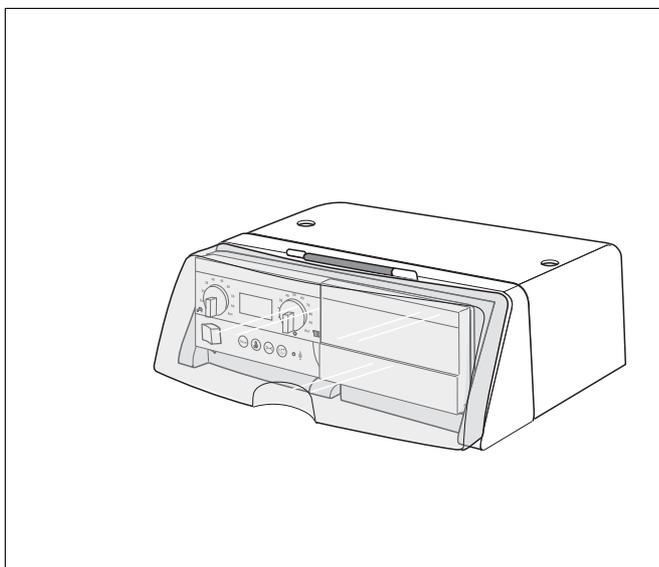

Fig. 2 Apparecchio di regolazione Logamatic MC10 con regolatore Logamatic BC10
- Apparecchio di regolazione Logamatic MC10 (fig. 2). L'apparecchio di regolazione Logamatic MC10, unito al regolatore Logamatic BC10, controlla e regola tutte le componenti elettriche della caldaia. Per informazioni più dettagliate sull'uso del regolatore Logamatic BC10 fare riferimento al capitolo 3 "Uso del regolatore di base Logamatic BC10", pag. 8.